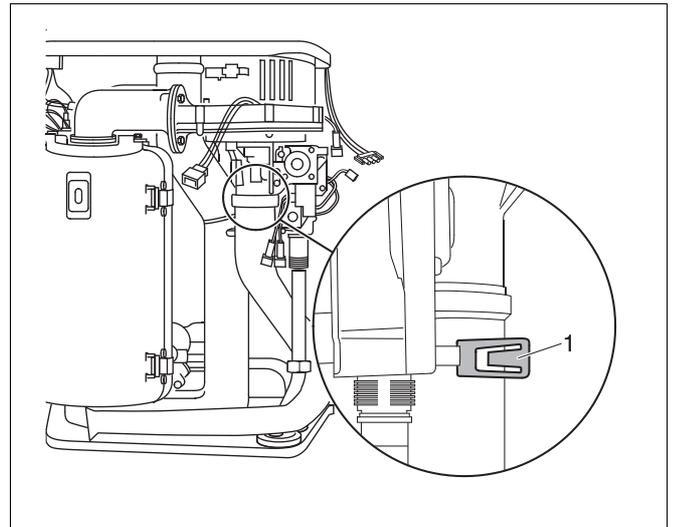

Abb. 52 Luftansaugrohr herausnehmen
- Sicherungsblech wegdrücken (Abb. 52, Pos. 1).